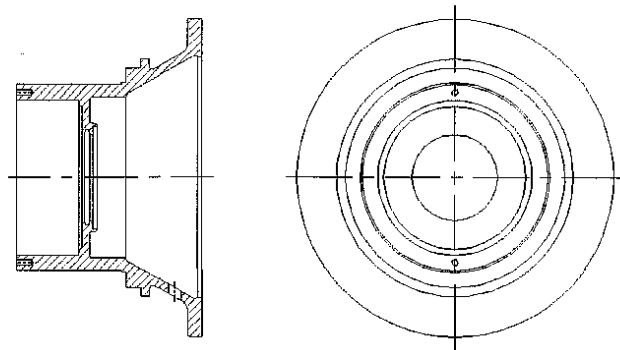

Рис. 3.1 Деталь и возможные варианты плоскостей разреза
9. провести анализ возможных плоскостей разреза (два-три варианта) (рис. 3.1 формовка с подрезкой, рис. 3.3 - формовка с использованием стержней) и указать основные достоинства и недостатки каждого из них;